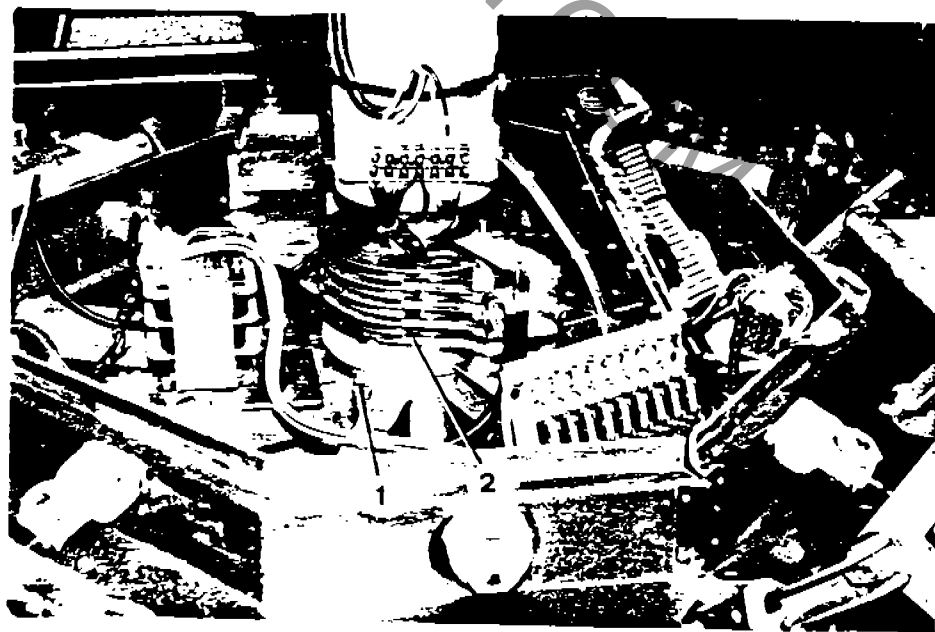

Fig. 4
- c) Grease the center plate bearings by means of grease nipples (1-Fig. 4).
- c) Ingrassare i cuscinetti del centro tramite gli appositi ingrassatori (1-Fig. 4).
- e) Check brushes (2-Fig. 4) for condition; replace if worn out.
- e) Controllare lo stato di usura dei carboncini 2-Fig. 4. Eventualmente sostituirli.